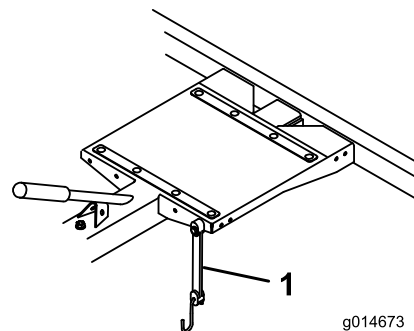

Рисунок 15
4. Используйте эластичные жгуты для крепления газонокосилки к прицепу во время транспортировки (Рисунок 15). На различных газонокосилках крепежные отверстия для эластичных жгутов расположены по-разному.